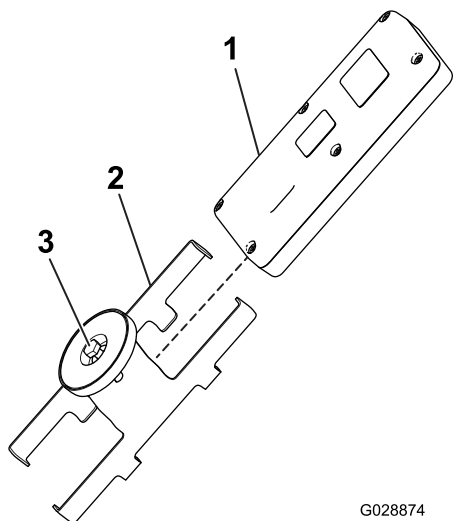

Рисунок 45
1. Ослабьте болт в магните на магнитном кронштейне пульта дистанционного управления (Рисунок 45).
2. Раздвиньте половины корпуса кронштейна и снимите пульт дистанционного управления (Рисунок 45).
8. Установите ручной пульт дистанционного управления в магнитный кронштейн пульта, соедините половины корпуса вместе для фиксации ручного пульта дистанционного управления и затяните болт в магните (Рисунок 45).